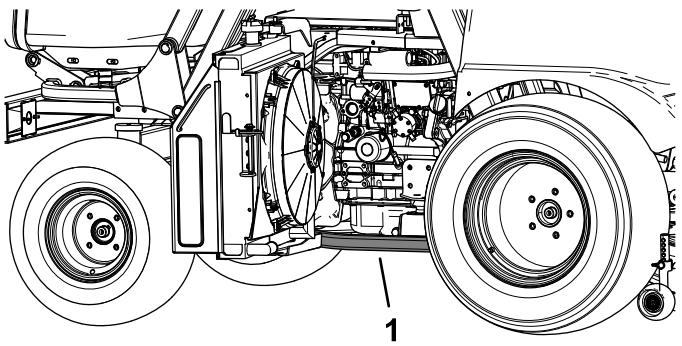
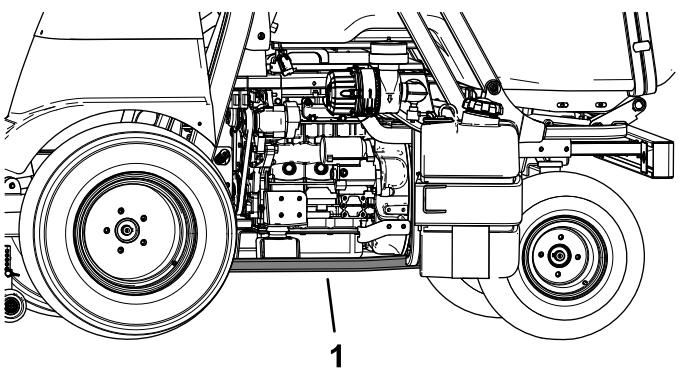

図 38
図 39
2. フレームチューブの下図 38と図 39のROPSの真下位置またはできるだけ近い位置にジャッキをセットする。